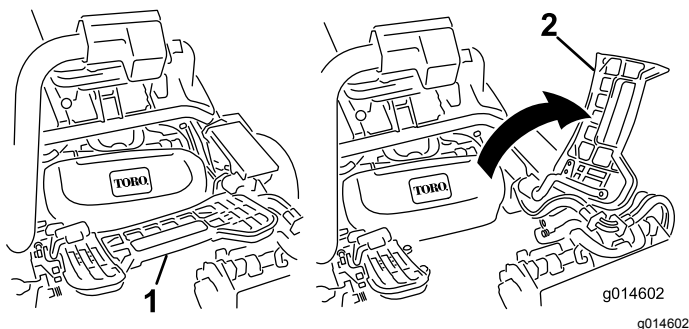

Figura 10
3. Per installare l'apparato di taglio centrale, sollevate il poggiapiedi e ruotatelo, per consentire l'accesso alla posizione dell'apparato di taglio centrale (Figura 10).